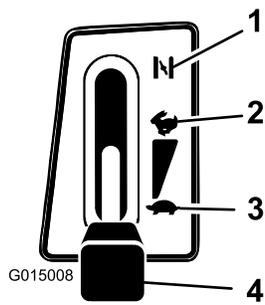

Figure 10
3. Placez la commande d'accélérateur en position de Starter (Figure 10).
5. Lorsque le moteur a démarré, amenez progressivement la commande d'accélérateur en position haut régime (Figure 10). Si le moteur cale ou hésite, ramenez la commande d'accélérateur en position de Starter pendant quelques secondes, puis placez-la en position Haut régime. Répétez l'opération si nécessaire.
1. Placez la commande d'accélérateur en position Haut régime (Figure 10).